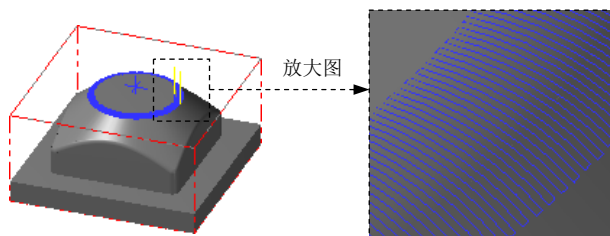
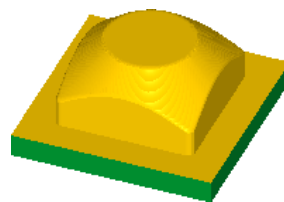

图 6.24 刀具路径
图 6.25 仿真结果
(5) 单击“定义刀具-机床群组-1”对话框中的 **✓** 按钮，完成刀具参数的设置。
Step6. 设置精加工放射状参数。在“曲面精加工放射状”对话框中单击 **放射状精加工参数** 选项卡，然后在 **最大角度** 文本框中输入值 0.5，其他参数采用系统默认设置值，单击“曲面精加工放射状”对话框中的 **✓** 按钮，同时在图形区生成图 6.24 所示的刀具路径。
(1) 在 **刀具路径管理器** 选项卡中单击 **✓** 按钮，然后单击“模拟已选择的操作”按钮 ，系统弹出“Mastercam Simulator”对话框。
(2) 在“Mastercam Simulator”对话框中单击  按钮，系统将开始进行实体切削仿真，结果如图 6.25 所示，单击  按钮。